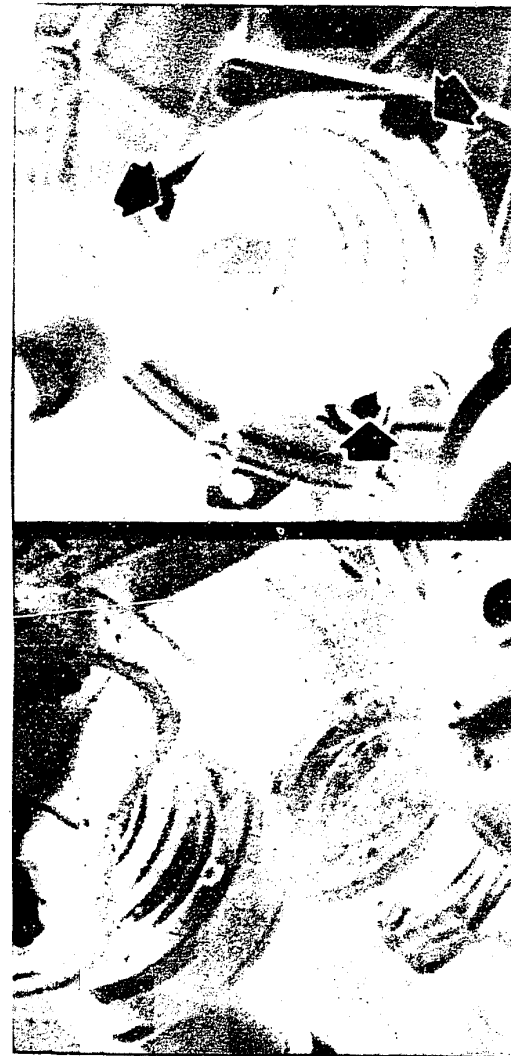

Bild 3 Lösen der Antriebswellen zum Ausbau des Motors, am 1300 und 1500 (oben) und am GT 1600 und HF (unten).
a) **Motoren 1300, 1500:** Das komplette Triebwerk mitsamt Getriebe und Differential wird nach oben ausgebaut. Von oben her sind die Motorhaube abzunehmen, der Luftfilter, die Batterie samt ihrer Wanne und der Zündverteilerdeckel abzubauen sowie die Schläuche, elektrischen Anschlüsse und Kabelzüge zu lösen. Von unten her sind die Schaltstangen, das Auspuffrohr und die Schubstrebe mit dem Befestigungsflansch zu lösen. Um mit den Antriebswellen ausfahren zu können, müssen die Spurstangengelenke und die Querlenkerbefestigungen an der Bodengruppe gelöst und der Querlenker so abgedreht werden, dass der Querstabilisator aus seinem Sitz gleitet. Nach dem Ablassen des Getriebeöls sind die Antriebswellenbefestigungen am Getriebe zu lösen (Bild 3) und auszufahren. Der Motor ist zu sichern, und nach dem Lösen der Aufhängungen nach oben herauszunehmen.